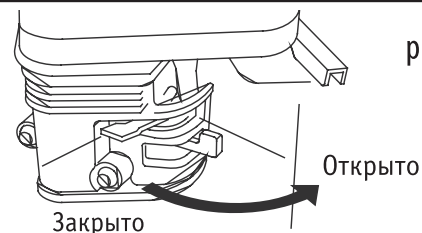

рис. 38
8. Если перед пуском двигателя рычаг ВОЗДУШНОЙ ЗАСЛОНКИ был установлен в положение «ЗАКРЫТО», плавно установите его в положение «ОТКРЫТО» после того, как двигатель нагреется (рис. 38).